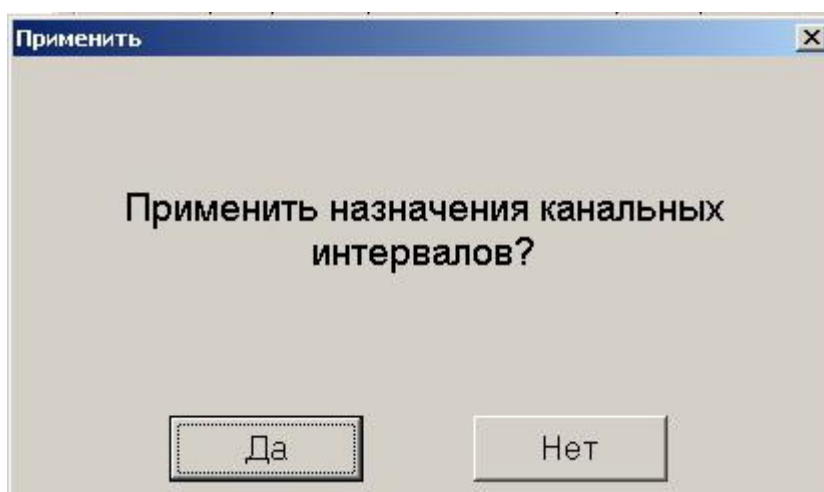

Рисунок 6 - Окно подтверждения записи назначения новых канальных интервалов для карт расширения
- Для записи новых настроек канальных интервалов нажать кнопку «Применить» и в появившемся окне подтверждения записи (см. Рисунок 6) нажать кнопку «Да».